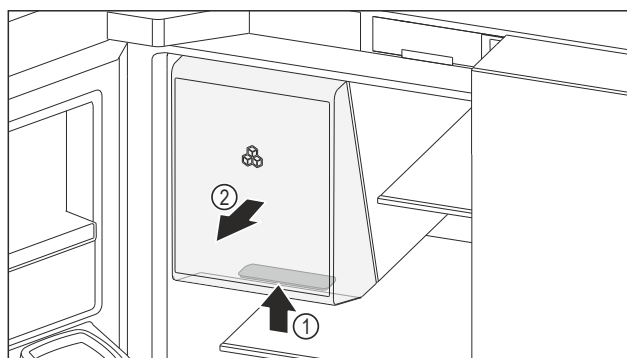

Fig. 160 Entnahme Eislagerfach
- ▶ Griffmulde Fig. 160 (1) am Eislagerfach unten greifen und Eislagerfach gleichzeitig nach vorne herausziehen Fig. 160 (2).